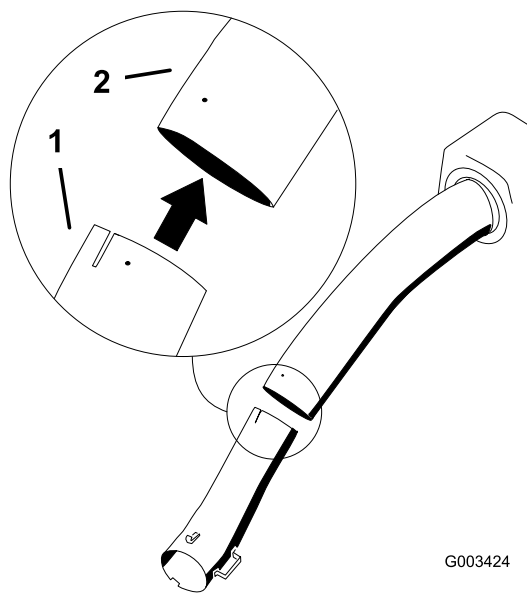

Figura 23
7. Insérez le tube inférieur dans le tube supérieur (Figura 23).